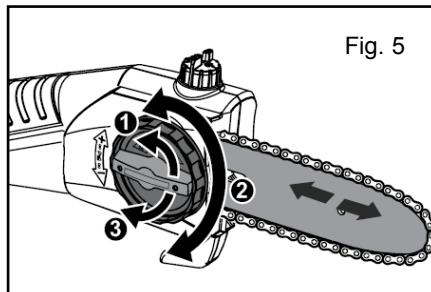

Fig. 5
- Atornille la perilla de bloqueo (Fig. 5 ①) lo suficiente como para permitir la rotación del tensor de la cadena (Fig. 5 ②).
- Apriete la perilla de bloqueo nuevamente (Fig.5 ③).